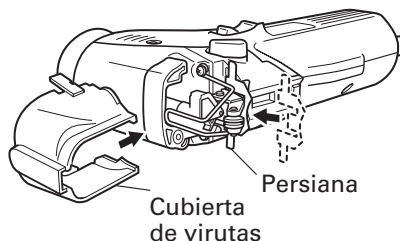

Fig. 19
- (3) Fije la cubierta de virutas con la persiana intercalada entre la cubierta de virutas y la cubierta de engranajes. (Fig. 19)